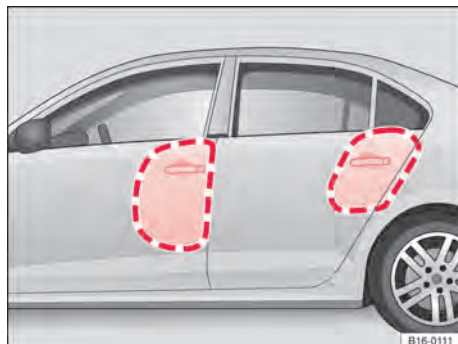
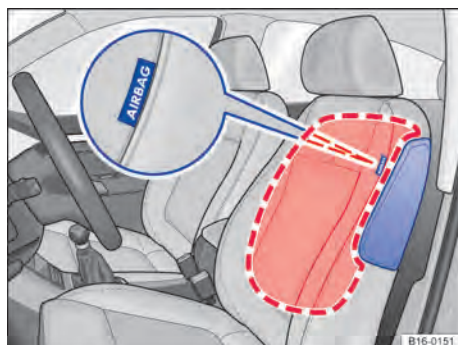

Fig. 34 No lado esquerdo do veículo: áreas de expansão do airbag lateral.
Fig. 35 Lateralmente no banco dianteiro: local de montagem e área de expansão dos airbags laterais.
Dependendo da versão do veículo, há airbags laterais instalados para os assentos laterais dianteiros e traseiros → Fig. 34.
- Os airbags laterais para os bancos dianteiros se encontram nos estofamentos externos dos encostos do banco do condutor e do banco do passageiro dianteiro → Fig. 35.
As áreas destacadas em vermelho → Fig. 34 e → Fig. 35 são cobertas pelos airbags laterais acionados (área de expansão). Por esse motivo, nunca podem ser colocados ou fixados objetos nessas áreas → ⚠.